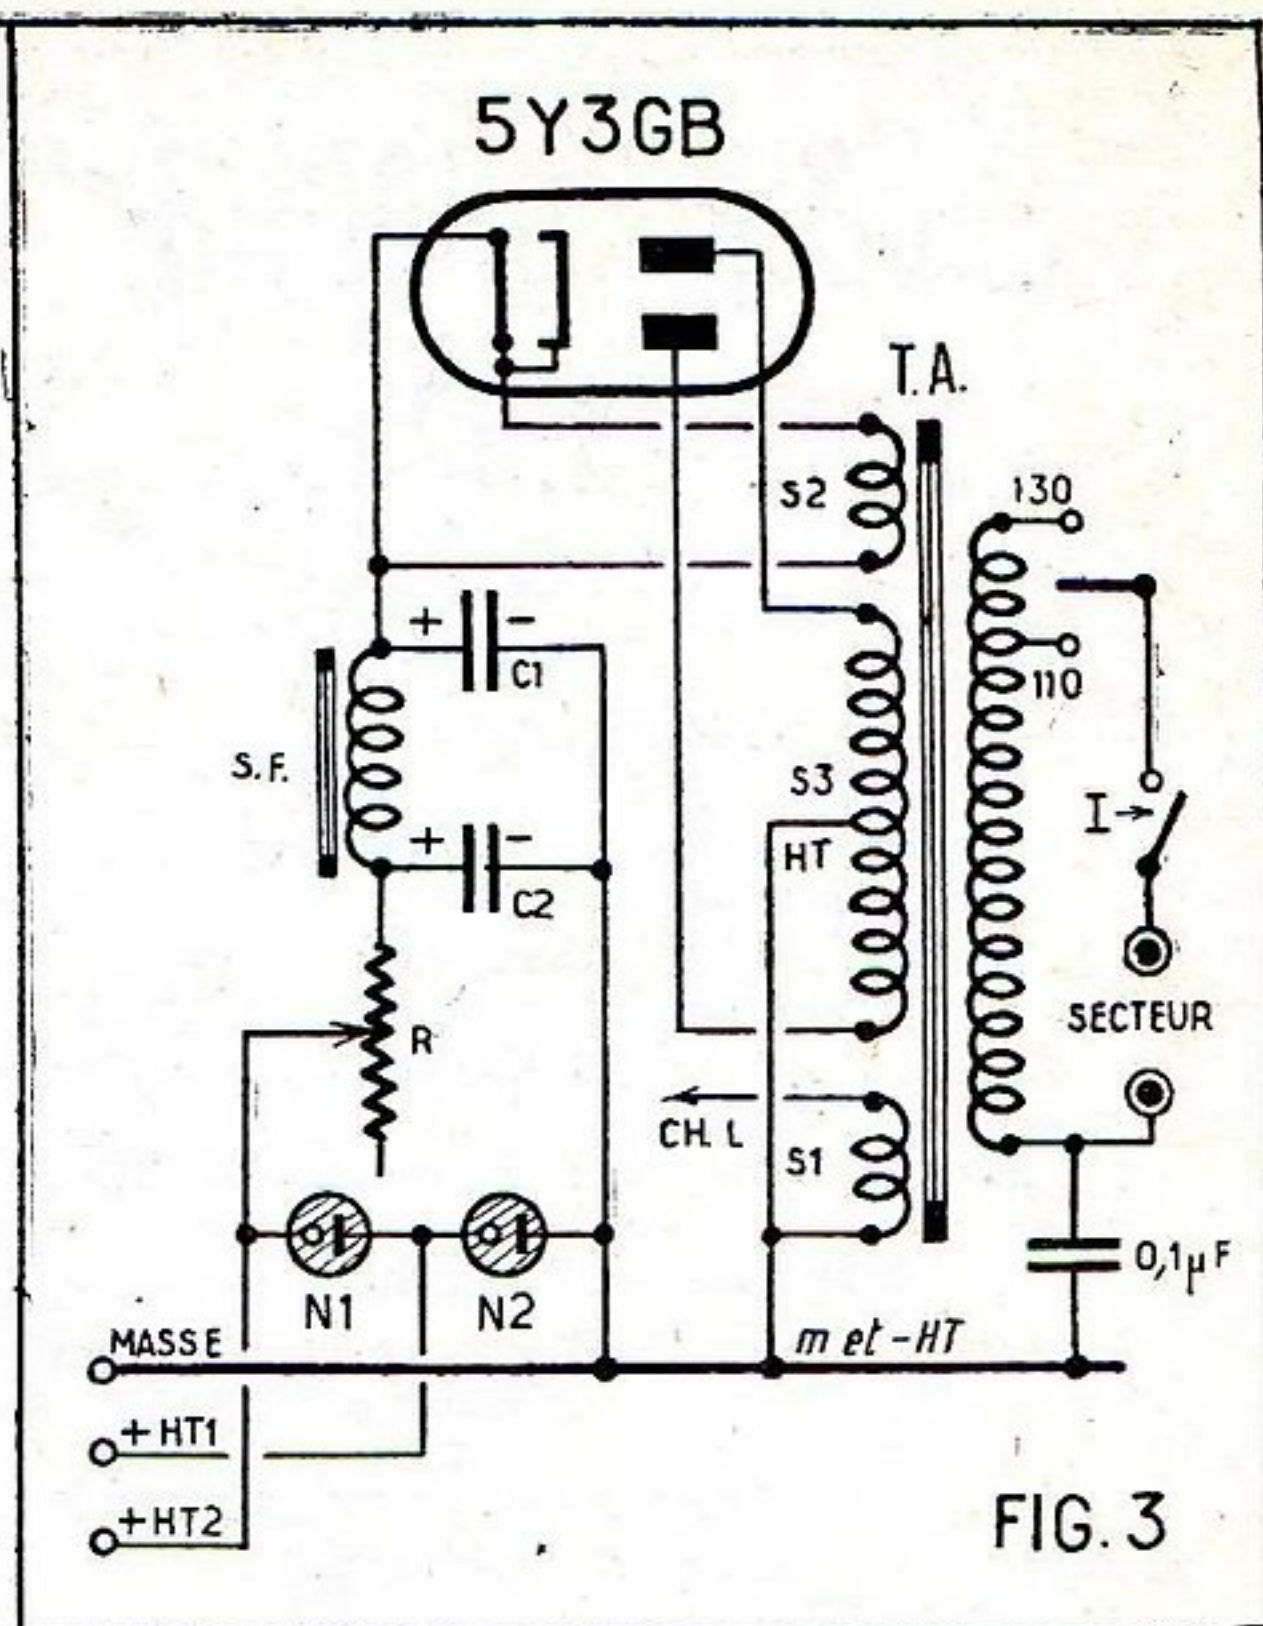

FIG. 3
La figure 3 montre le schéma utilisé. Redressement des deux alternances par une valve 5Y3-GB, filtrage par self L et capacités C1-C2. Une résistance série R permet d'ajuster le débit.
- Condensateurs de filtrage (voir figure 3).
R (fig. 3) = 50.000  $\Omega$  bobinée 50 W.
Self de filtrage (voir figure 3) 25 H. 150 mA. G : milli 150 mA. Diviseur au néon genre stabilivolts.